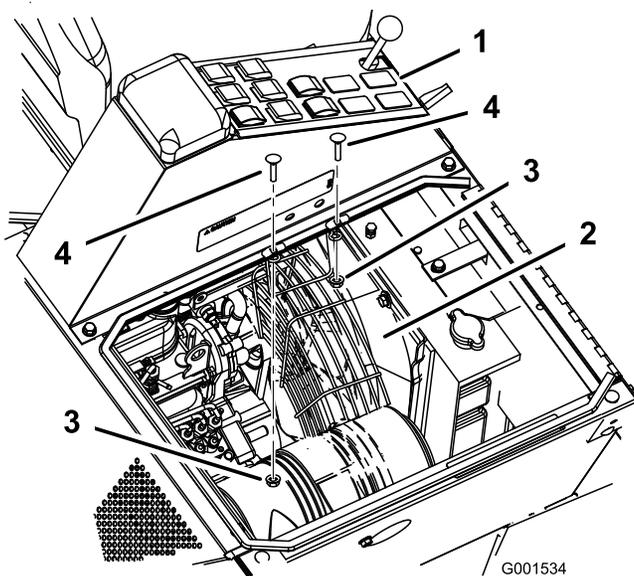

Figure 1
2. Retirez les deux boulons et écrous de la console centrale (Figure 1).
3. Positionnez la grille sous la console centrale et au-dessus du ventilateur (Figure 1).
4. Fixez la grille sur la console centrale avec quatre boulons de carrosserie (5/16 x 3/4 pouce) et quatre écrous à embase (5/16 pouce) (Figure 1).